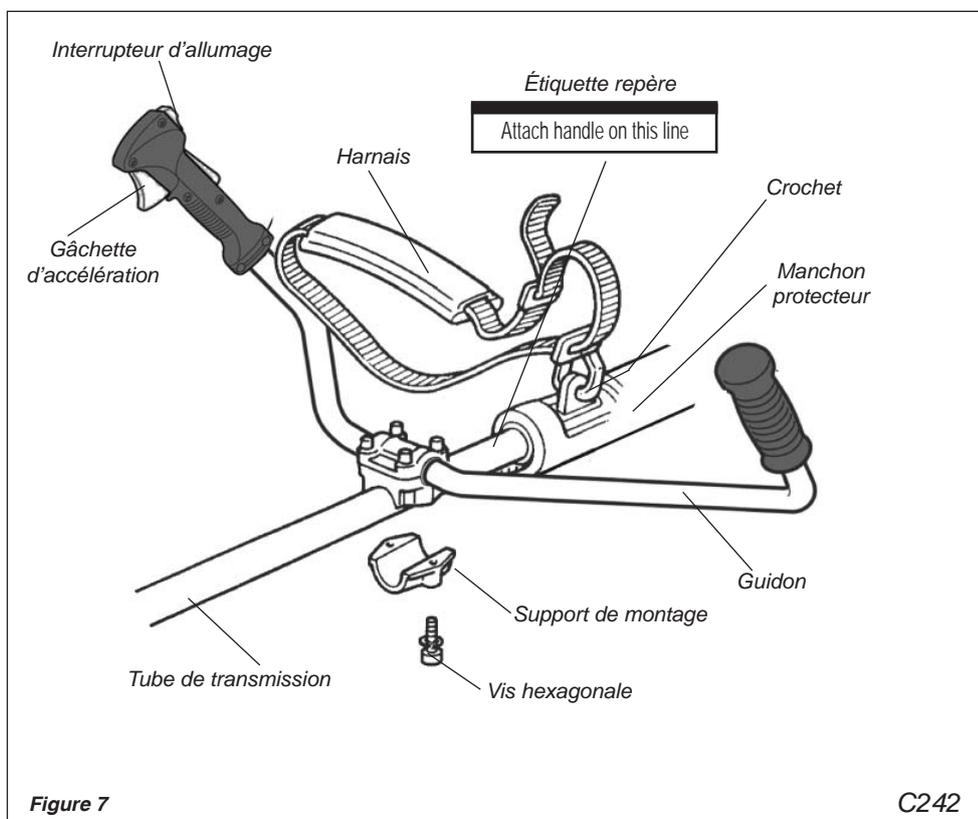

Figure 7
1. Utiliser la clé hexagonale de 4 mm pour retirer les vis de fixation du capuchon inférieur du support de guidon. Retirer le capuchon du support. Voir la figure 7.
2. Sur le tube de transmission, positionner le guidon devant l'étiquette repère, comme représenté sur la figure 7. Réinstaller le capuchon inférieur sur le support de guidon dans l'ordre inverse de la procédure de démontage.
5. Installer le manchon protecteur sur le tube de transmission. Voir la figure 7.